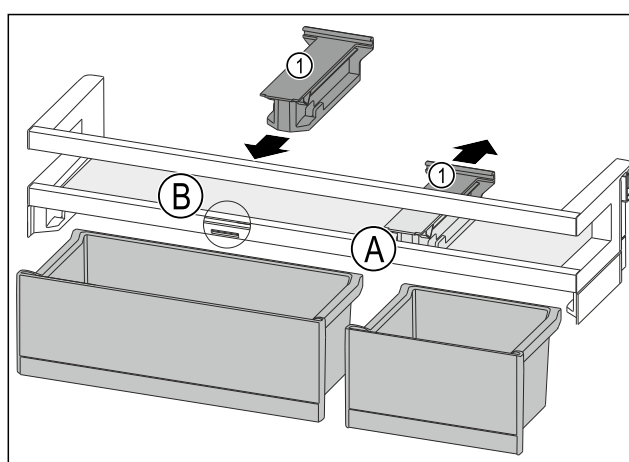

Fig. 127
- Bevestigingsdeel Fig. 127 (1) in positie Fig. 127 (A) naar achteren wegtrekken.
- Bevestigingsdeel Fig. 127 (1) in positie Fig. 127 (B) plaatsen.